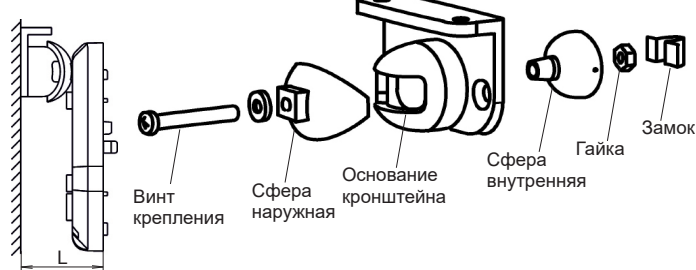

Рисунок 2 – Основание извещателя и кронштейн
- снимите крышку извещателя, отжав при помощи отвертки фиксатор крышки через отверстие, расположенное в нижней части основания извещателя (рисунок 2);
- просверлите в основании извещателя отверстия (см. рисунок 2), которые будут использоваться для прокладки проводов и крепления извещателя;
1. После закрепления извещателя на кронштейне, повернуть корпус извещателя в вертикальной плоскости в соответствии с выбранной высотой установки, отмерив расстояние (L) от стены до края основания при снятой крышке (рисунок 2, таблица 2).